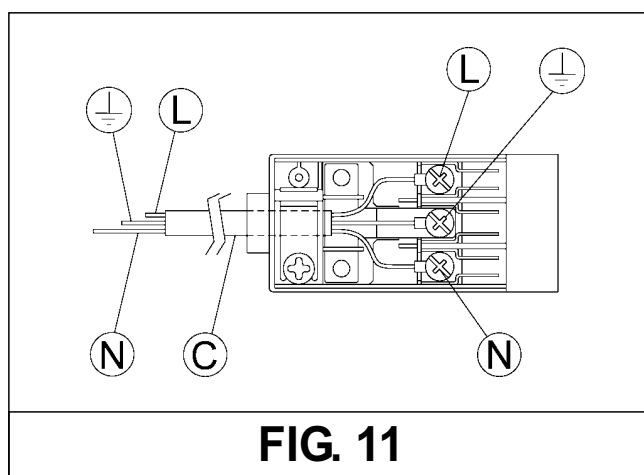

FIG. 11
- dotar en el cable de alimentación "C", en el caso de que no lo disponga (véase fig. 11), una clavija normalizada para la carga indicada en la etiqueta indicativa. Conectar los cables como muestra el esquema de la fig. 11, respetando las siguientes correspondencias: